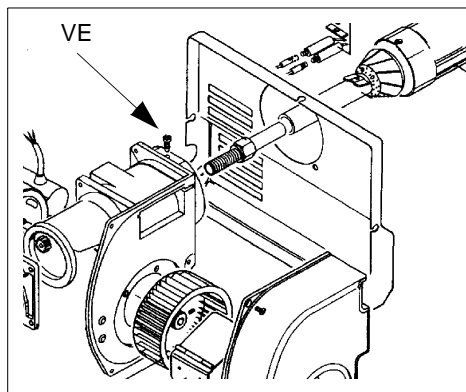
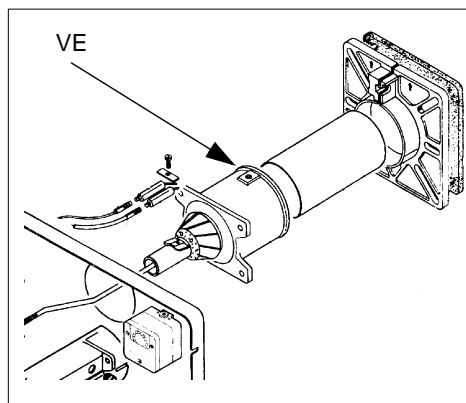
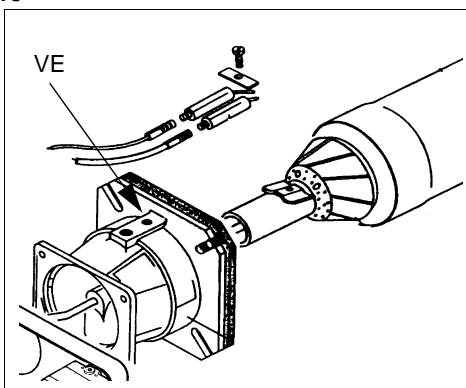

Fig. 26a
Fig. 26b
Fig. 26c
- Smontaggio esame e pulizia testa di combustione (vedi Fig. 26a, Fig. 26b, Fig. 26c);
##### Tipo S3 (Fig. 26a) e S5 (Fig. 26b)
##### Tipo S10 - S18 (Fig. 26c)